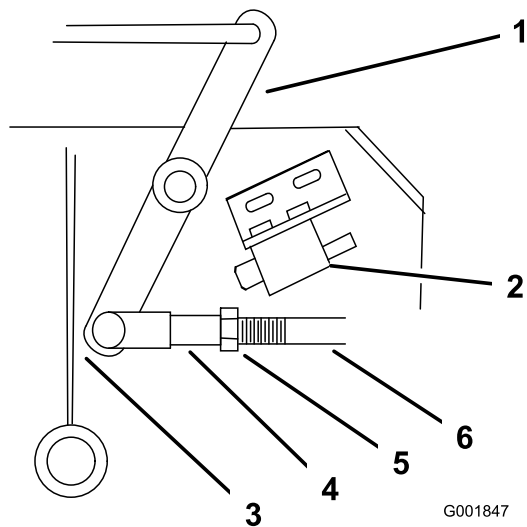

Figura 41
4. Ajuste la longitud del acoplamiento hasta que el extremo inferior de la palanca acodada casi roce el refuerzo del soporte del eje (Figura 41).
- Afloje la tuerca de la horquilla (Figura 41).